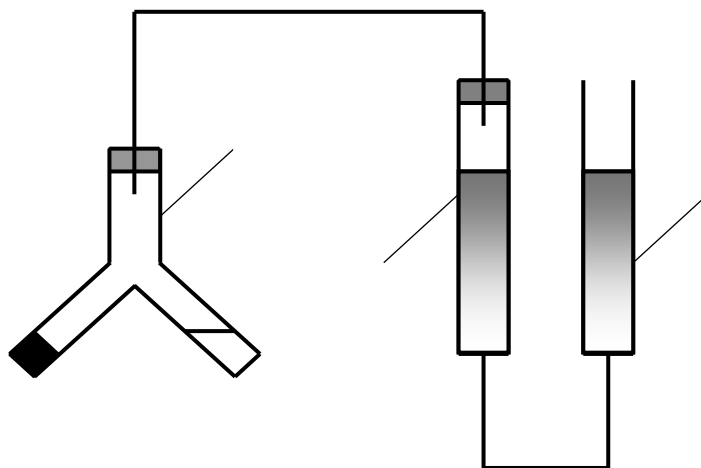

Рисунок 1. Схема прибора для определения объема выделившегося газа: 1 – измерительная бюретка, 2 – двухколенная пробирка Оствальда, 3 – уравнивательная бюретка.
Определение производят с помощью прибора (рис. 1), состоящего из измерительной бюретки (1) на 25...50 мл, двухколенной пробирки Оствальда (2) и уравнивающей склянки или бюретки (3). Бюретки укрепляют в штативе и заполняют дистиллированной водой. В исходном состоянии жидкость в сосудах 1 и 3 должна находиться на одном уровне.
1. В одно колено пробирки Оствальда (рис. 1) налейте 1,5 мл 3%-ного раствора  $\text{H}_2\text{O}_2$ , в другое – 0,5 мл 0,1 М  $\text{K}_2\text{Cr}_2\text{O}_7$ .
3. Проверьте прибор на герметичность. Для этого уравнивательный сосуд (3) поднимите на 10...15 см и закрепите в этом положении. Если прибор герметичен, то уровень жидкости в нём остается постоянным. Если прибор не герметичен, проверьте, плотно ли закрыта пробирка Оствальда (2) пробкой.
4. После проверки герметичности прибора установите бюретку (1) и сосуд (3) таким образом, чтобы жидкость в них находилась на одном уровне.
5. Отметьте положение уровня жидкости (мениска) в бюретке (1) –  $V_0$ .
6. Осторожно поверните пробирку (2) так, чтобы растворы смешались и включите секундомер.